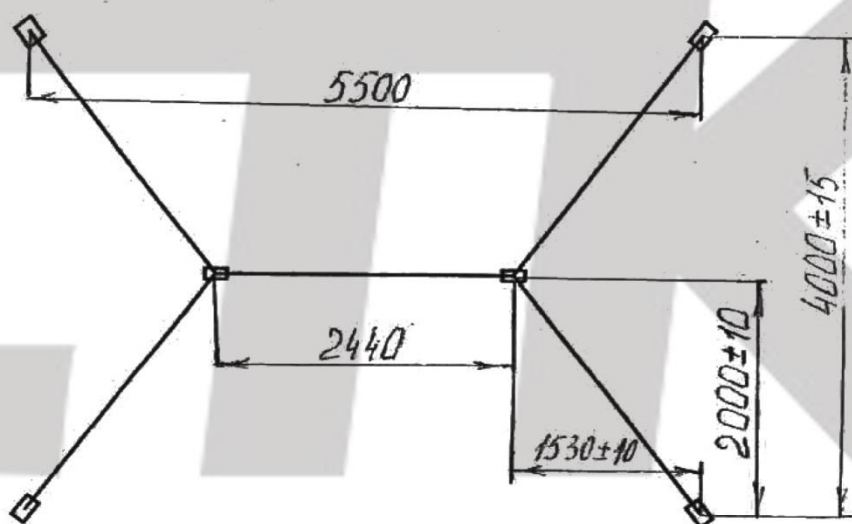

Рис. 4 Схема разметки пола
3. На месте установки перекладины вычертите прямоугольник размерами 5500 мм x 4000 мм (см. рис. 4) и в 4-х точках прямоугольника заподлицо с полом врежьте крепления к полу и надежно вверните шурупы 6x50 (см. рис. 5).